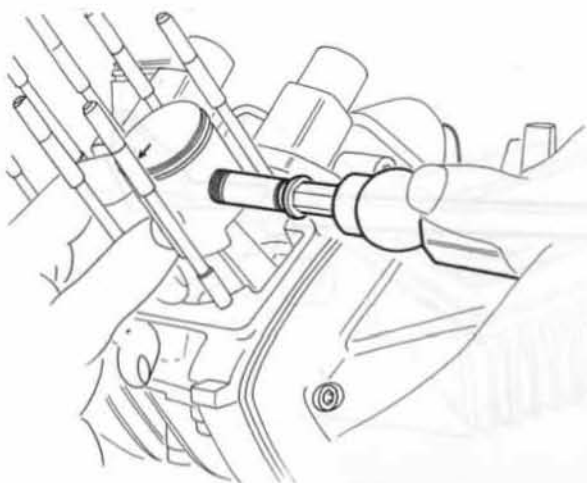

FIG. 1
- Introduire l'axe de piston à l'aide du monte-axe (réf. 1349, fig. 1).